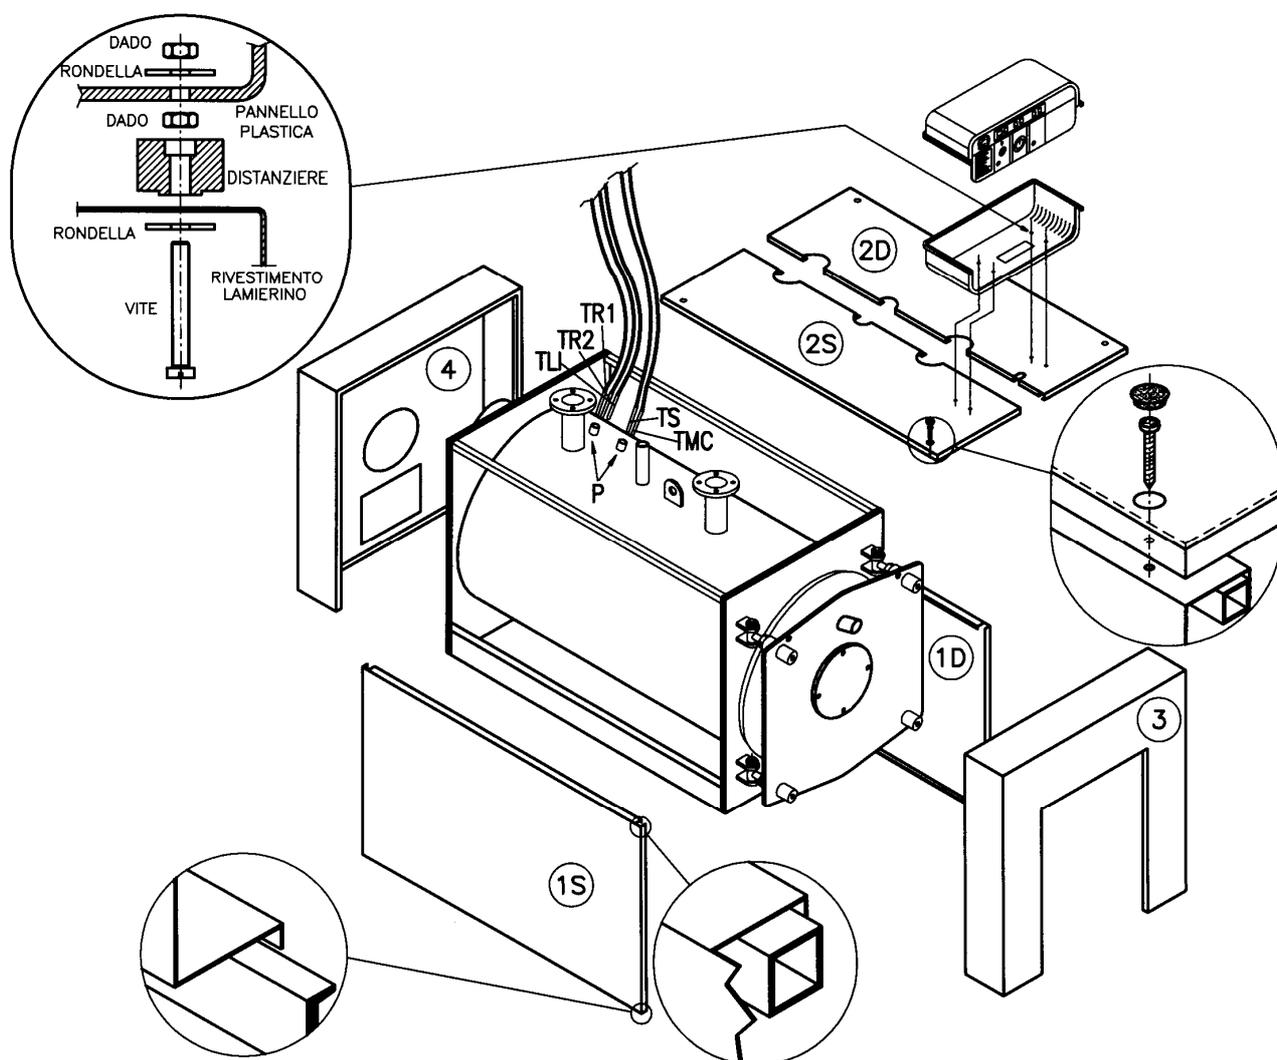

Fig. 10
4.2. RIVESTIMENTI CALDAIA TRA/TRK (Fig. 10)
- a) Avvolgere la lana di roccia sul corpo caldaia lasciando in vista i pozzetti porta bulbi (P) situati sul lato destro.
- f) Montare i pannelli (3) e (4) agganciandoli ai pannelli laterali (pannelli a richiesta).